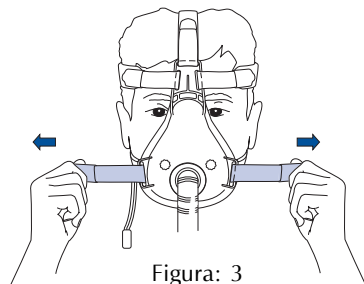
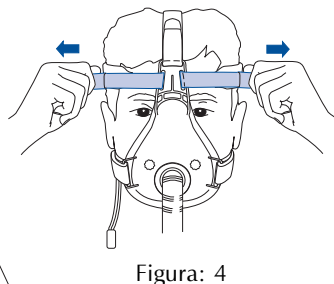

Figura: 3
Figura: 4
- 4 Stringere le cinghie laterali inferiori (Fig. 3) e successivamente le laterali superiori (Fig. 4) in modo da assicurare una tenuta salda e confortevole.